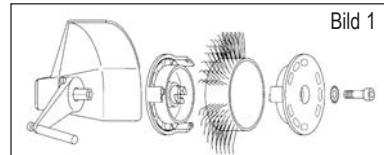
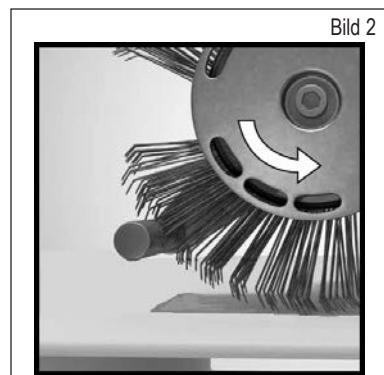

Bild 1
Bild 2
3. Avbryt tryckluftsförsörjningen och fäst sedan Bristle Blaster® blästerverktyget 23 mm resp. 11 mm på föreskrivet sätt i verktygsfästet (beakta avsedd löpriktning) med den härfor avsedda solfjäderbrickan och skruven på elverktyget. Se bild 1 och bild 2.
- Roterar Bristle Blaster® blästerverktyget åt fel håll? – Vänd på blästerverktyget så att det roterar åt föreskrivet håll (se kapitel 7, Ta verktyget i drift, bild 2).